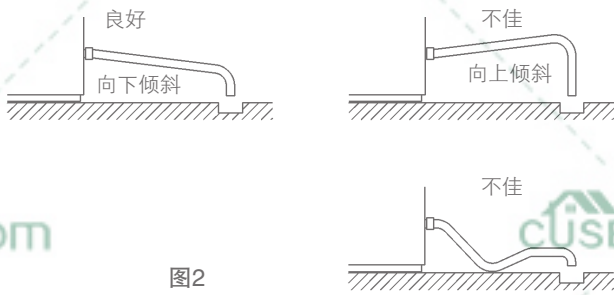

图2
- * 为防止排水回流到储冰箱内，请依照图2所示连接排水软管。